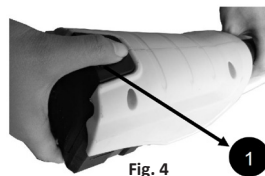

Fig. 4
- Premere il pulsante (1) sull'impugnatura.
- o sollevare la batteria per estrarla dall'utensile (vedere fig. 4).